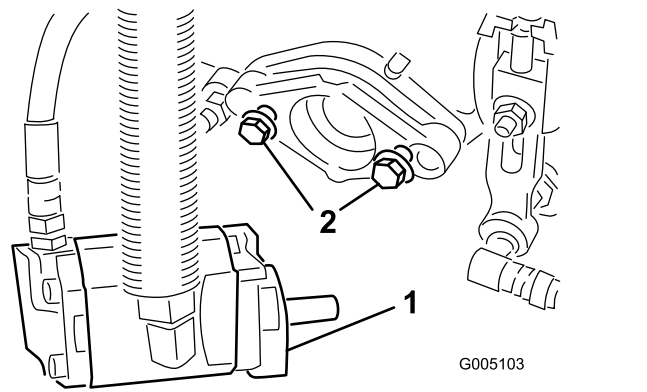

図 8
6. リールモータ取り付けボルトのねじの頭が、それぞれおよそ 13 mm 突き出した状態になるようにすること 図 8。
9. 取り付けボルトを締め付ける 図 8。